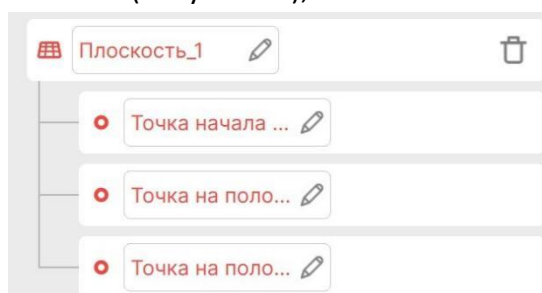

Рисунок 55 – Отображение не обученной плоскости.
2. В блоке «Система координат» нажать кнопку «Плоскость +», что приведет к созданию новой плоскости (Рисунок 55);